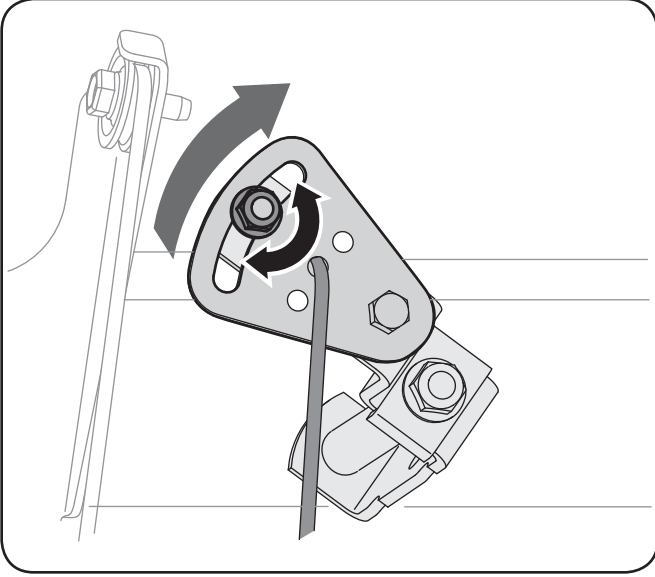

Figure 6-5
2. Desserrez l'écrou à six pans sur le support indexé du câble de changement de vitesses. Voir la Fig. 6-5.